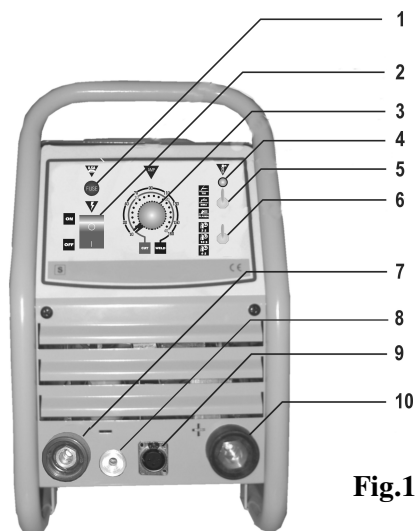
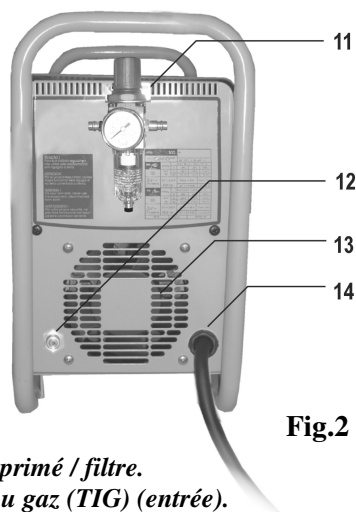

Fig.1
Fig.2
- Effectuer les connexions au réseau et à la terre (voir chapitre "Installation"). Connecter la source d'air comprimé au tube de contact localisé dans le panneau arrière de la machine (12-fig.2). Connecter le câble de masse au prise rapide + (positive) (10-fig.1) et la torche au prise rapide – (négative 7-fig.1), le tuyau de gaz au connexion de aire comprimé (8-fig.1) et le prise femelle 3 boulons (9- fig.1).
- Mettre en marche le poste à l'aide de l'interrupteur ON/OFF (2- fig.1) - position ON.
Le voyant de protection thermique (4-fig.1) s'allume et s'éteint tout de suite, s'il ne détecte pas aucun défaut.
- Connecter le tuyau d'air comprimé à la connexion d'air comprimé (12 - fig.2) localisée dans le panneau arrière de la machine. Vérifier si la pression de l'air comprimé est correcte (voir tableau 1). S'il est nécessaire de régler la pression de l'air comprimé, désentraver le bouton de règlement de la valve de réglage de pression d'air/filtre (11-fig.2), le tirer en haut et le régler pour d'obtenir la pression correcte. Au final d'opération, pousser le bouton en bas pour freiner la valve de réglage de pression d'air/filtre.
- Effectuer les conexions au réseau et à la terre (voir chapitre "Installation"). Connecter le câble de masse et porte-electrodes aux prises rapides + (positive) (10-fig.1) et – (negative) (7-fig.1) selon la polarité de l'électrode à utiliser et, d'accord les indications du fabricant.
- Mettre en marche le poste en posant l'interrupteur ON/OFF (2-fig.1) sur la position ON.
Le voyant (4-fig.1) s'allume et s'éteint tout de suite, s'il ne detecte pas aucun défaut.
- Effectuer les connexions au réseau et à la terre (voir chapitre "Installation"). Connecter la torche de soudage à prise rapide – (negatif)(7-fig.1), insérer la fiche de contrôle de la torche dans le connexion 3 boulons (9-fig.1) et insérer le buse de gaz de la torche dans le connexion de gaz (8-fig.1). Connecter le câble de masse à prise rapide + (positif) (10-fig.1).
- Avant connecter le réducteur de pression de gaz à la bouteille de gaz, ouvrir la valve pour expulser éventuelles impuretés. De suivante, installer le réducteur de pression de gaz dans la bouteille de gaz et l'enroscar le tuyau de gaz dans le connexion de gaz (12-fig.2).
Le voyant (2-fig.1) s'allume et s'éteint tout de suite, s'il ne détecte pas aucun défaut.